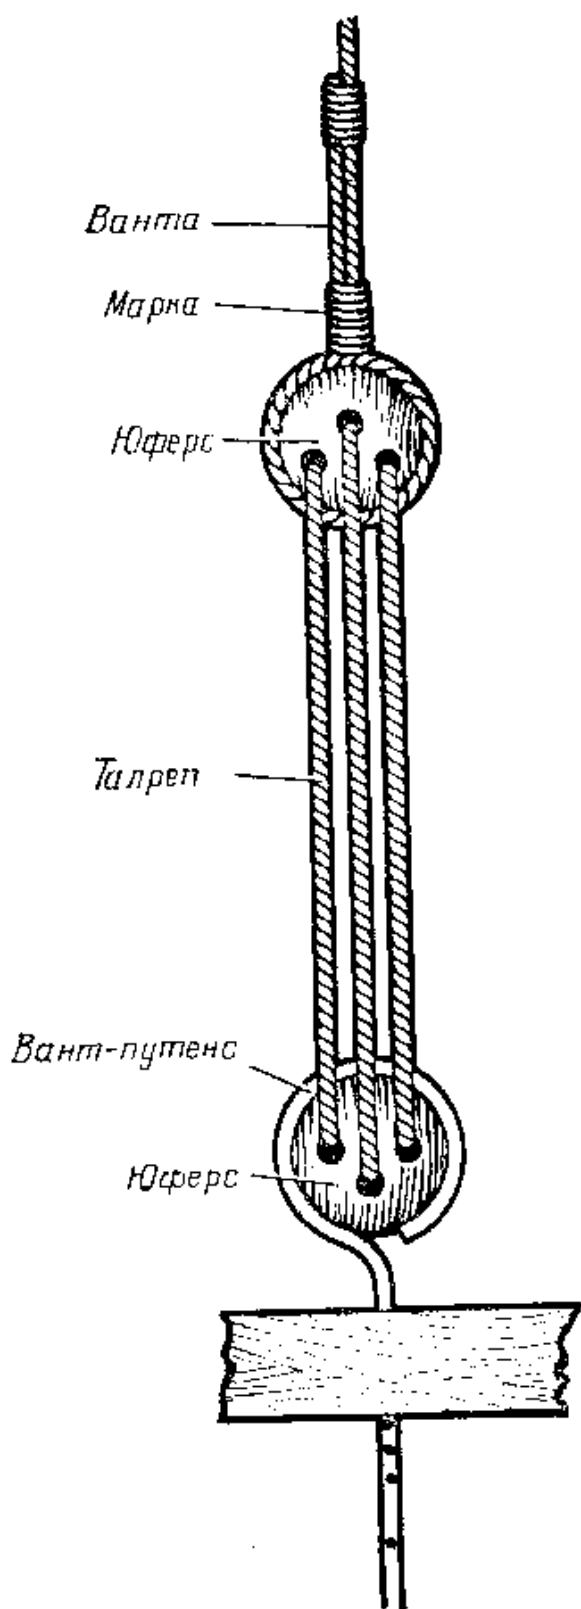

Рис. 15. Юферсы, основанные талрепами
3. Накладываются огоны нижних вант, сначала первая пара с правого борта, затем первая пара с левого борта и т. д. Тянутся ванты кручеными нитками черного цвета, имитирующие пеньковый талреп. Талрепы тянутся между юферсами, ввязанными в нижние концы вант, и юферсами, основанными на руслениях и укрепленными вант-путенсами (рис. 15).